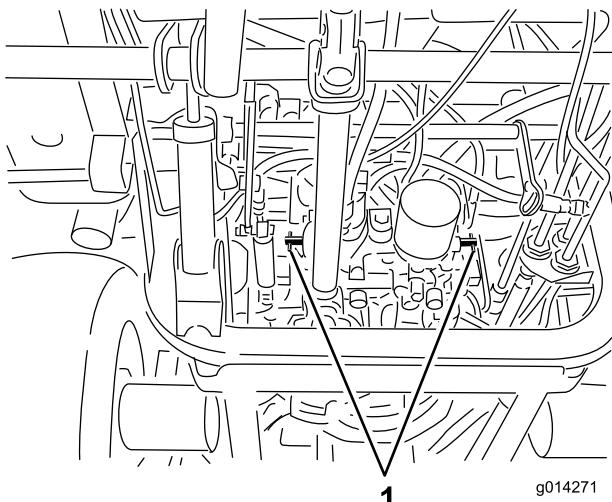

図 34
4. 各バイパス・バルブを左回りに1回転させる（図 34）。
各バイパス・バルブを右回りに1回転させ、手で普通に締めてください（締め付けトルクで約 8 N·m (0.8 kg. m)）（図 34）。